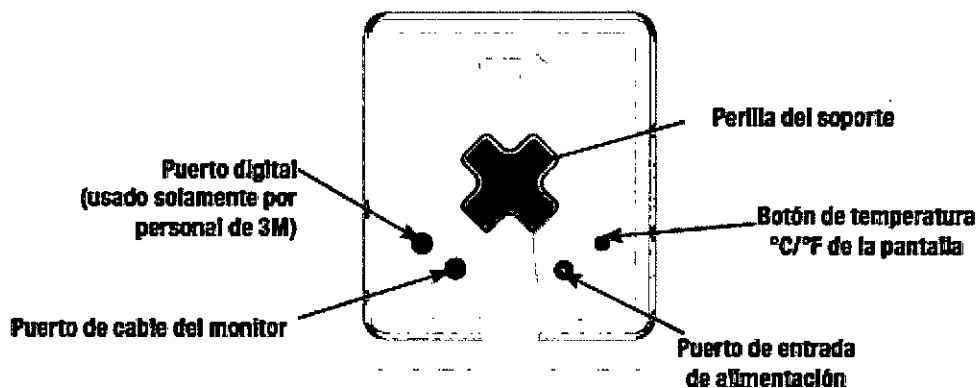

Figura 2-3: Parte trasera de la unidad de control
2. Conecte la fuente de alimentación en la parte trasera de unidad de control SpotOn (vea la Figura 2-3: Parte trasera de la unidad de control). Enchufe la fuente de alimentación en un tomacorriente apropiado. Se iluminará la pantalla de espera.
4. Si se desea, use el cable de monitor provisto para conectar la unidad de control SpotOn al monitor del paciente (vea la Figura 2-3: Parte trasera de la unidad de control).